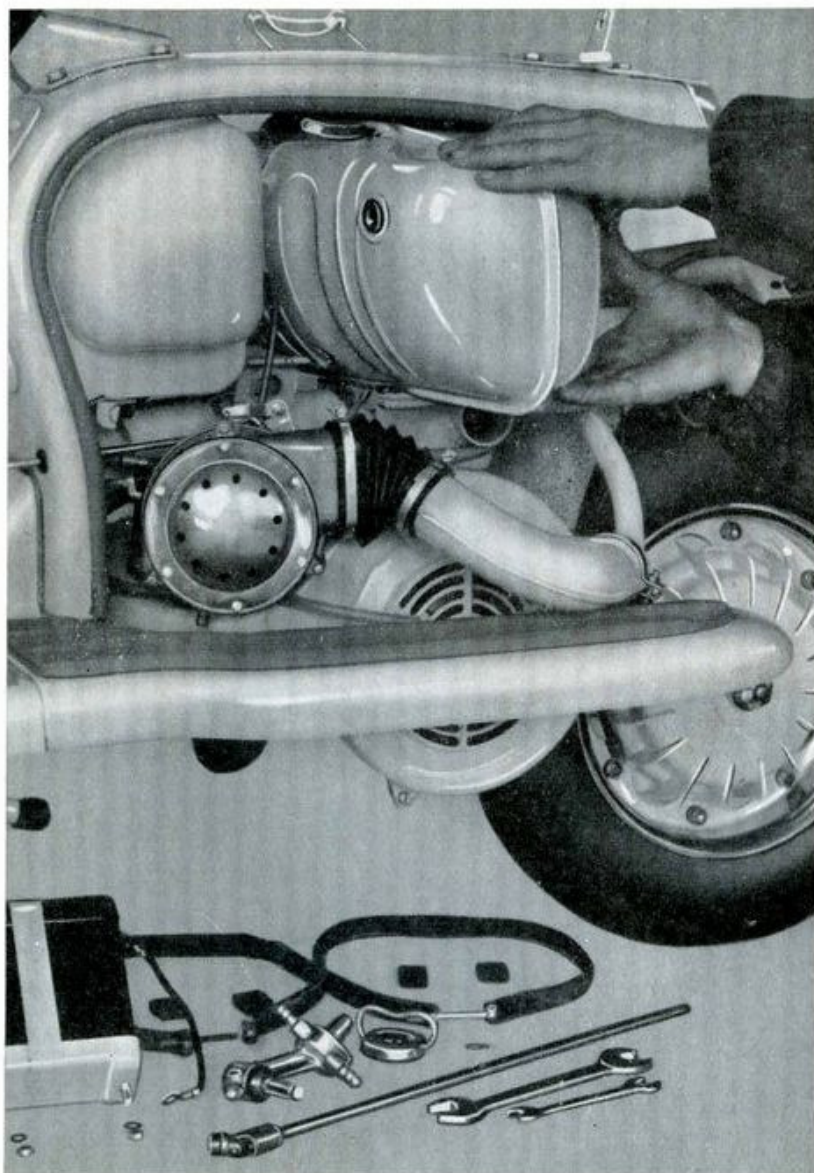

Fig. 33
- » 59 - Afferrare il serbatoio dal lato volano, ruotarlo in senso orario e sfilarlo dal suo alloggiamento. Vedi fig. 33.